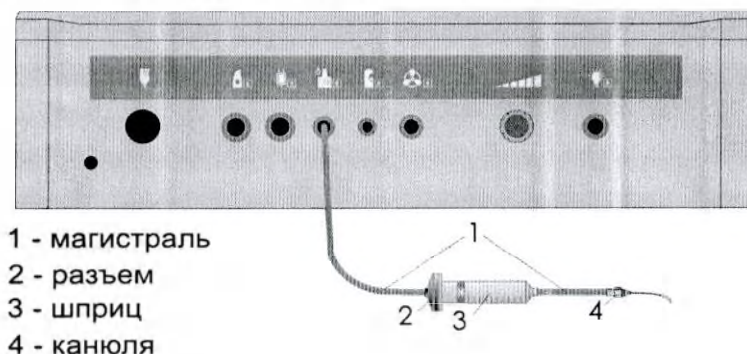

Рис.16.5 – Схема подготовки системы «Оптимед Профи» к работе с устройством подачи/удаления вязких жидкостей.
- Собрать устройство подачи/удаления вязких жидкостей (Рис.16.5):